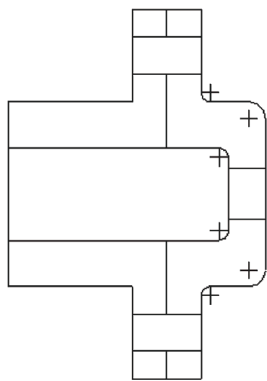

图 4-53 原有尺寸被删除
STEP 03 执行上述操作后，原有尺寸将被删除，如图 4-53 所示。